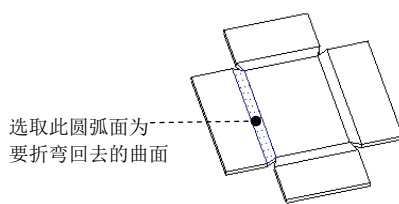

图 11.7.3 选取折弯回去的曲面
Step4. 选取要折回的曲线或边。在“折弯回去”操控板中单击  按钮，然后单击 **参考** 按钮，系统弹出的“参考”界面，先将该界面 **展开几何** 下的选项全部移除，然后选取图 11.7.3 中的曲面为要折弯回去的曲面。